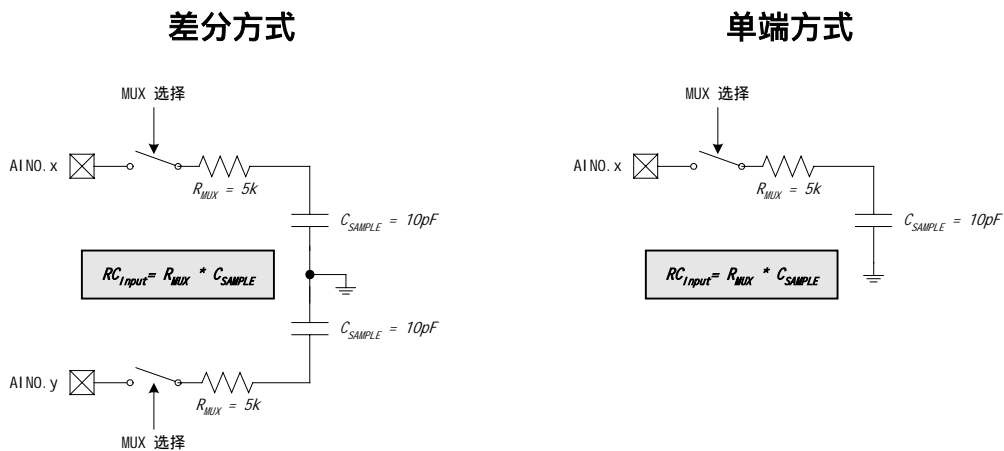

图 6.5 ADC0 等效输入电路
在进行一次精确的转换之前，需要有一个最小的跟踪时间。该跟踪时间由 ADC0 模拟多路器的电阻、ADC0 采样电容、外部信号源阻抗及所要求的转换精度决定。图 6.5 给出了单端和差分方式下等效的 ADC0 输入电路。注意：这两种等效电路的时间常数完全相同。对于一个给定的建立精度 (SA)，所需要的 ADC0 建立时间可以用方程 6.2 估算。当测量温度传感器的输出时， $R_{TOTAL}$  减小  $R_{MUX}$ 。注意：在低功耗跟踪方式，每次转换需要用三个 SAR 时钟跟踪。对于大多数应用，三个 SAR 时钟可以满足跟踪需要。最小建立/跟踪时间要求见表 6.2。